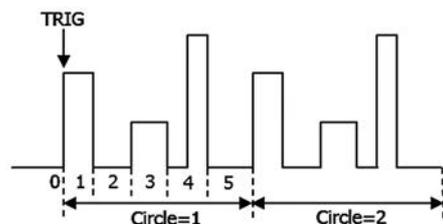

Рис. 19. Режим работы по списку
И, наконец, еще одним вариантом динамического тестирования является режим работы по списку или тайминг. В этом режиме пользователи могут создавать сложные последовательности изменения нагрузочных состояний прибора, запуск которых будет синхронизирован с внутренним или внешним сигналом (рис. 19). При работе по списку доступна поддержка любой из функций эмуляции: постоянного тока (CC), напряжения (CV), сопротивления (CR) и мощности (CV).